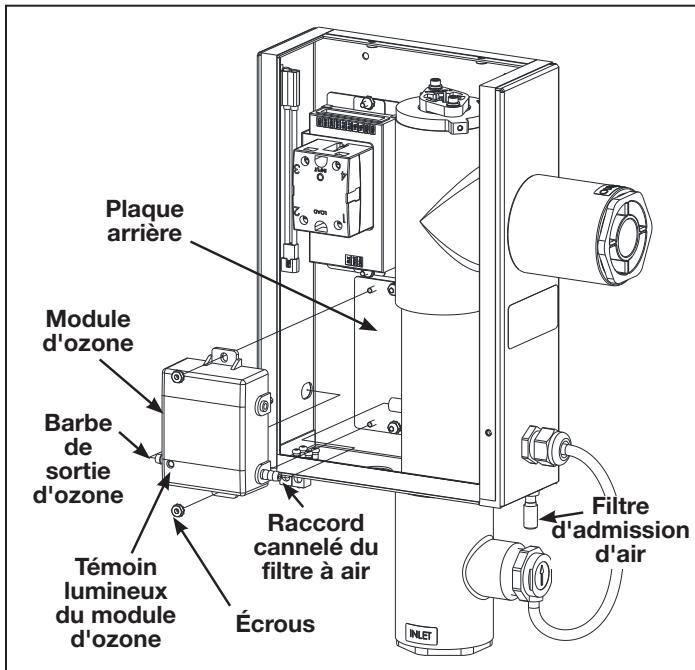

Figure 7. Remplacement du module d'ozone
par an. Un filtre d'admission d'air est inclus dans le kit du module d'ozone (R0992700) ou est disponible dans un kit spécifique (R1091700). Voir la Figure 7 et les étapes 16 et 17 de la section 5.4.
6. Retirer les deux (2) écrous qui fixent le module d'ozone à la plaque arrière et les mettre de côté dans un endroit sûr.
10. Faire glisser le raccord cannelé de sortie d'ozone dans son encoche et installer le nouveau module d'ozone sur la plaque arrière. Fixer le module d'ozone à l'aide des deux (2) écrous. Serrer à la main seulement.
16. Retirer l'ensemble de capuchon de filtre du côté inférieur droit du boîtier du système Jandy AOP. Conserver le capuchon et le filtre ensemble. Voir la Figure 7.